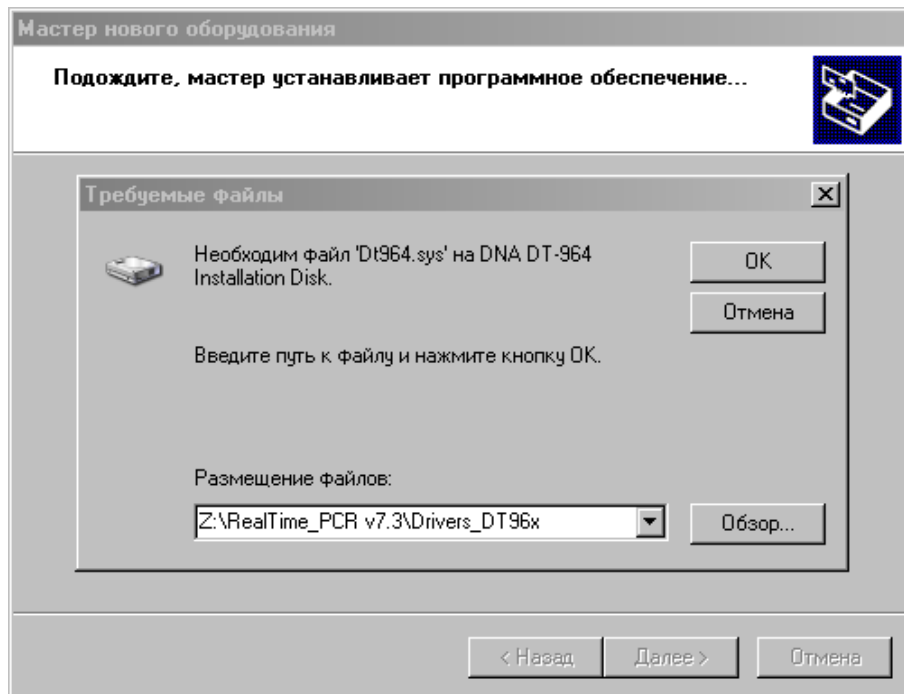

Рис.10. Поиск файла Dt964R.sys на компакт-диске
- В следующем окне мастера (Рис.10) укажите путь к файлу Dt964.sys на компакт-диске для чего нажмите кнопку **Обзор**.
- Убедившись, что путь к файлу в окне (Рис.10) указан правильно, нажмите кнопку .